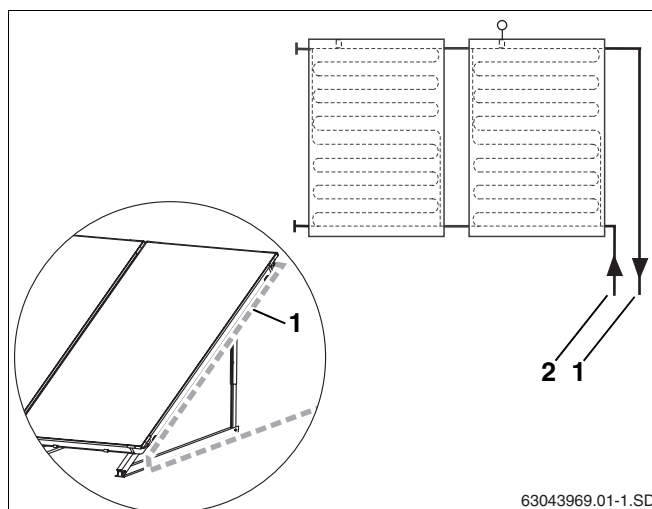

Fig. 55 Posizionamento dei tubi di mandata e ritorno lungo il campo di collettori
- Posare la tubazione di mandata (fig. 55, **pos. 1**), forniti dal committente, lungo il collettore e non verso il basso perpendicolarmente ad esso.